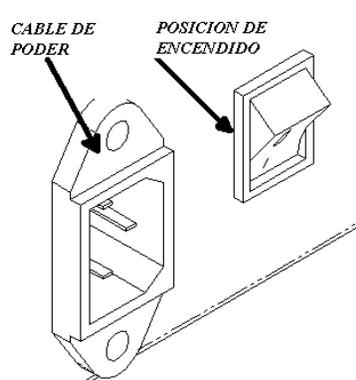

Figura 3: Cable de poder y encendido del equipo
**G.4.1 Conexión eléctrica.** Coloque el botón de apagado en posición contraria a la que se muestra en la Figura 3, conecte el cable de poder a una toma de 110 voltios en la forma geométrica natural del conector macho y hembra y luego coloque el botón en posición de encendido tal y como se muestra en la Figura 3. Si el equipo está en posición de encendido la pantalla LCD se iluminará y presentará algunos mensajes.